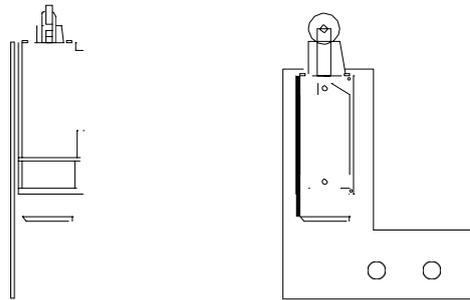

Figura 16 Instalacion de interruptor de limite
5.4.4 Instalación del interruptor de límite: Ancle el interruptor de límite como se muestra en la siguiente imagen (Ver Figura 16)